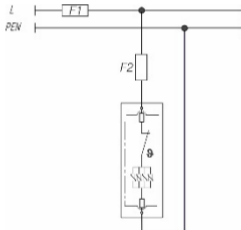

Рисунок 1. Схема подключения УЗИП
4.5.1 Подключить УЗИП по однополюсной схеме L- PEN как показано на Рис.1.